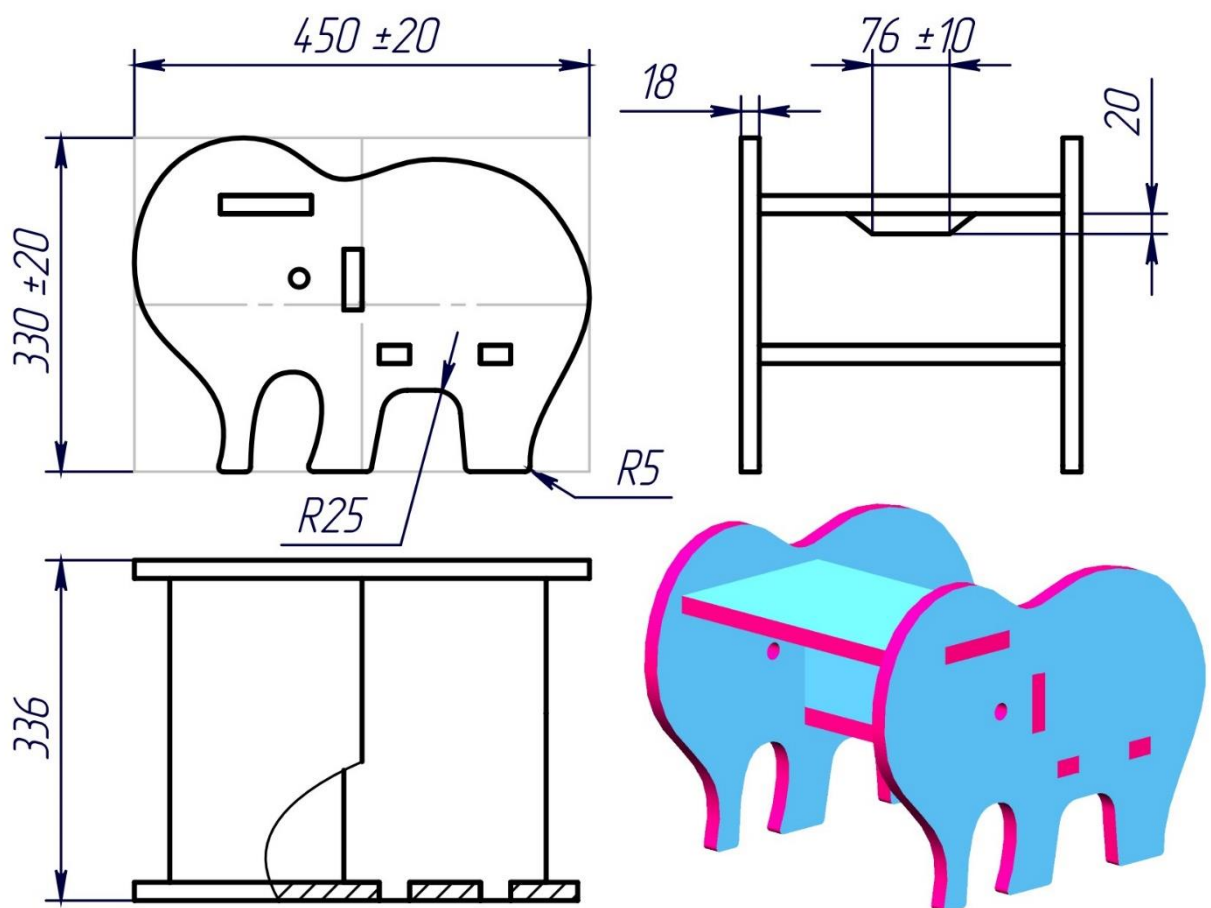

Рисунок 1 – Оригинальная модель изделия «Детская лестница»
- Модель выполняется несколькими телами внутри одной детали (мультитело), или с использованием сборки. Необходимо использование метода соединения шип-паз для сопрягаемых деталей: две боковых стенки, нижняя ступенька, подступенок, верхняя ступенька (см. Рисунок 1).